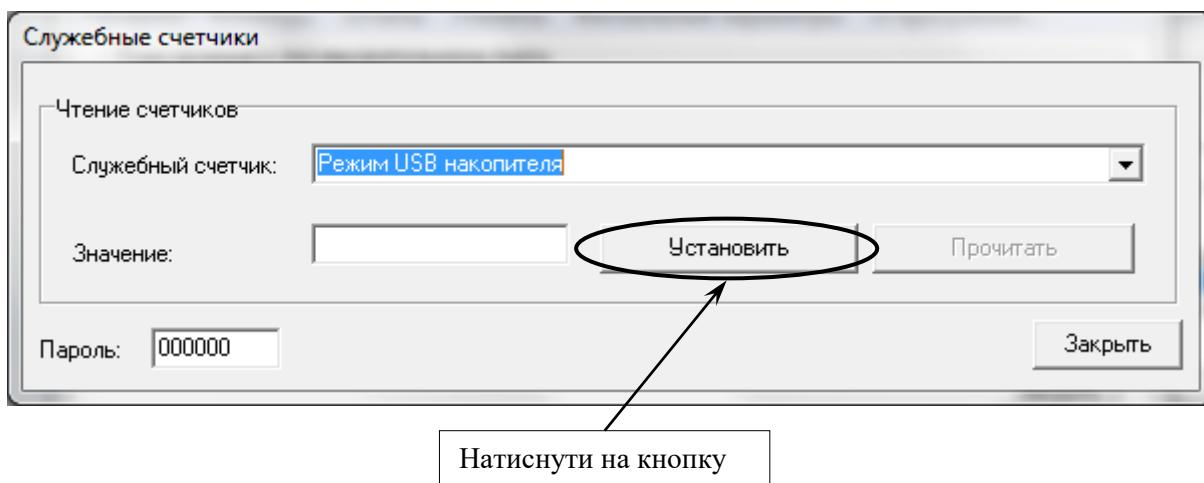

Рисунок 41
– натиснути кнопку «Установить» (рисунок 41);